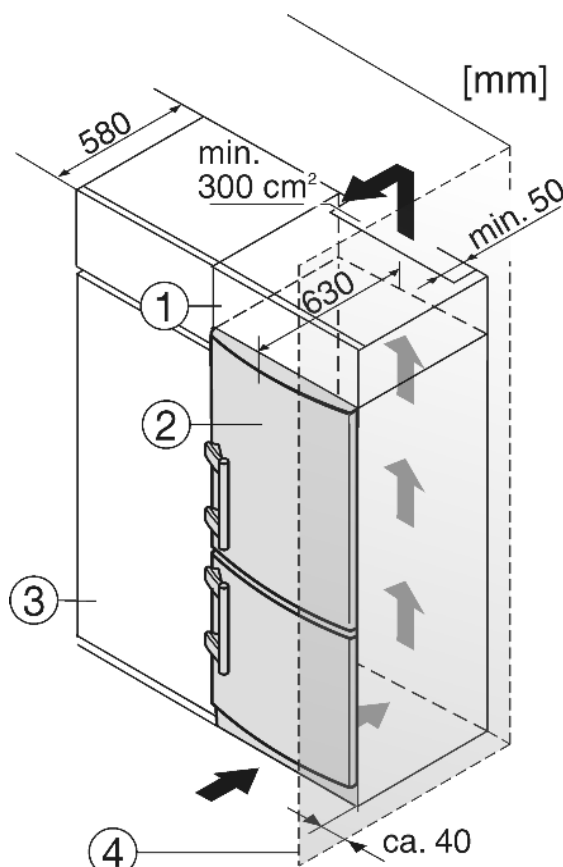

Fig. 9
(1) Nástavná skříňka
(2) Přístroj
(3) Kuchyňská skříň
(4) Stěna
Zařízení lze zabudovat do vybavení kuchyně. K vyrovnání přístroje *Fig. 9 (2)* na výšku kuchyňské linky lze na přístroj nasadit odpovídající nástavec *Fig. 9 (1)*.
Při montáži do kuchyňských skříní (hloubka max. 580 mm) lze přístroj instalovat hned vedle kuchyňské skříně *Fig. 9 (3)*. Dvířka přístroje přesahují přední stěnu kuchyňské skříně na stranách o 34 mm a uprostřed o 50 mm. To umožňuje jejich volné otevírání a zavírání.
Když se přístroj instaluje závěsy vedle stěny *Fig. 9 (4)*, musí být vzdálenost přístroje od stěny alespoň 40 mm. To odpovídá přesahu madla při otevřených dvířkách.